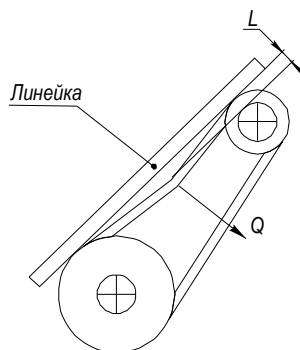

Рис. 5. Натяжение ремня
8.4. Периодически проверяйте натяжение приводного ремня. Неправильное натяжение вызывает его быстрый износ. Ремень считается правильно натянутым, если прогиб ремня между шкивами от усилия $Q = 30 \text{ Н}$ составляет $L = 12 \dots 15 \text{ мм}$ (рис.5).